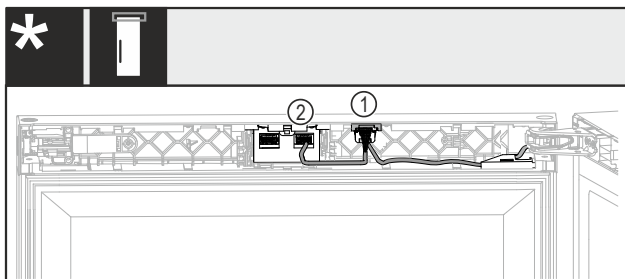

Fig. 44 Pa bravë ose me bravë mekanike*
- Futni spinën me të dyja kabllot Fig. 44 (1) brenda në udhëzues.*
- Kapni spinën me një kabllo Fig. 44 (2) në folenë djathtas.*